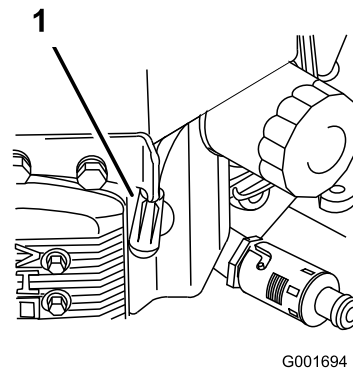

Figure 39
3. Débranchez les bougies (Figure 39).